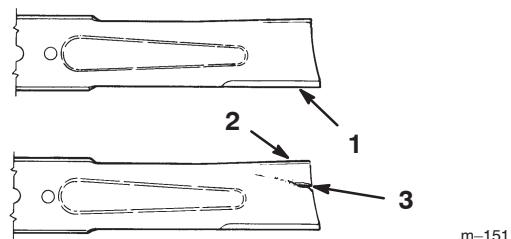

Figure 26
- Inspectez les tranchants des lames (Fig. 26). Si elles ne sont pas tranchantes ou si elles présentent des indentations, déposez et aiguisez les lames (voir Aiguisage des lames, page 25).
- Inspectez les lames, surtout la partie incurvée (Fig. 26). Remplacez immédiatement toute lame endommagée, usée ou qui présente une entaille (repère 3 de la Fig. 26).